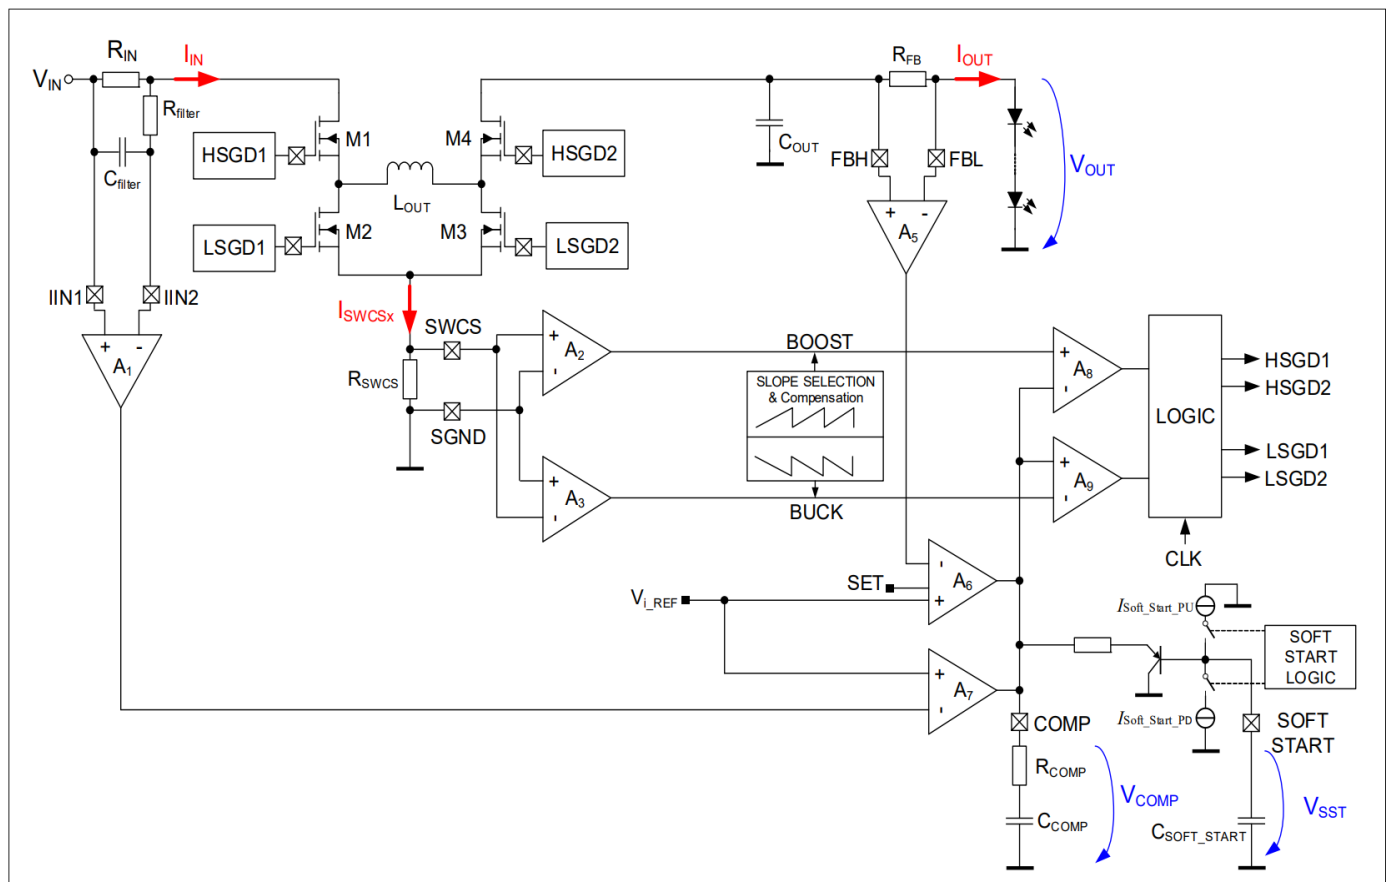

图 7 带有软启动电路的调节器 - TLD5190
TLD5190 包括两个模拟电流控制输入（IIN1、IIN2），用于限制最大输入电流（图 7 中的功能块 A1 和 A7）。
控制环路如图 7 所示，显示了典型的电流应用。 $R_{FB}$  两端的电压决定输出电流。 $R_{IN}$  用于固定最大输入电流。
- 通过限制  $V_{comp}$  来限制输入浪涌电流和输出过冲（图 7）在升压模式下应用软启动程
软启动程序通过缓冲器钳位COMP引脚来限制浪涌电流，如图7所示。因此，此功能仅当软启动电容足够大于COMP电容时才有效，其效果主要体现在降压-升压或升压调节模式下。